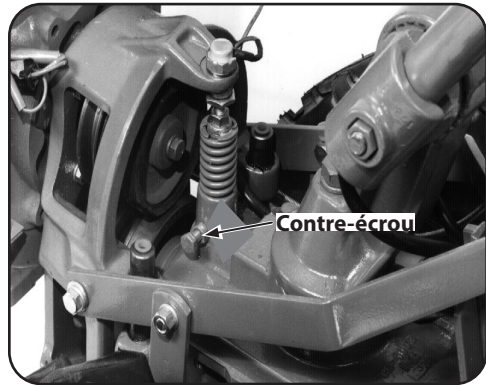

Figure 5-2
- Le contre-écrou est placé sur le côté gauche du piston neutre. S'il est desserré, retenez la tête du boulon à l'aide d'une clé et utilisez une autre clé pour serrer l'écrou. Voir Figure 5-2.